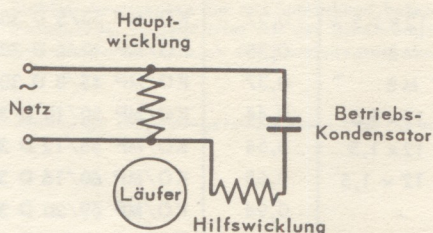

Bild 2 Kondensator-Motor mit Betriebs-Kondensator
2. Der Kondensator bleibt während der gesamten Betriebszeit des Motors eingeschaltet (Bild 2).